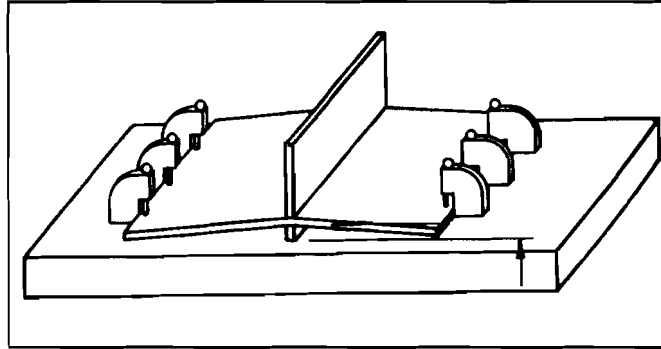

FIGURA 21.6: PREDEFORMAR ELÁSTICAMENTE LA PIEZA ANTES DEL SOLDEO
2. Predeformar elásticamente la pieza en sentido contrario a la deformación prevista (ver figura 21.6).
3. Estimar la cantidad de deformación que se vaya a producir durante el soldeo y situar las chapas de forma que se compensen las deformaciones. (ver figura 21.6).